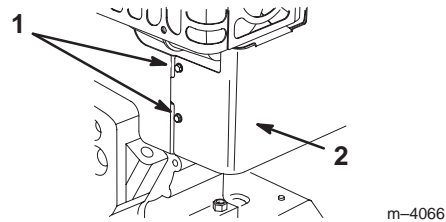

**Bild 17**
- **Rücklaufstarter** (Bild 17)—Der Rücklaufstarter befindet sich hinten am Motor. Ziehen Sie den Rücklaufstarter zum Anlassen des Motors.
8. Ergreifen Sie den Rücklaufstartergriff (Bild 17) und ziehen Sie ihn langsam heraus, bis ein Widerstand zu spüren ist. Ziehen Sie dann kräftig durch, um den Motor zu starten.